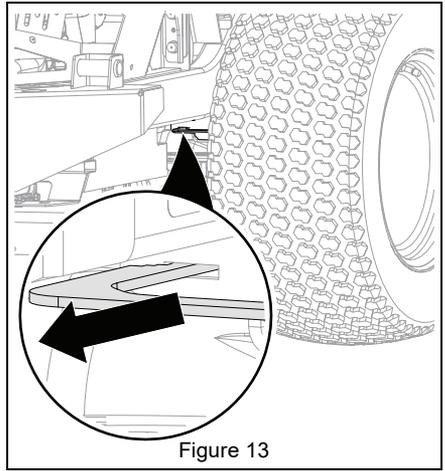

Figure 13
2. Tirer les deux leviers de dérivation de boîte-pont en position de dérivation. Voir Figure 13.